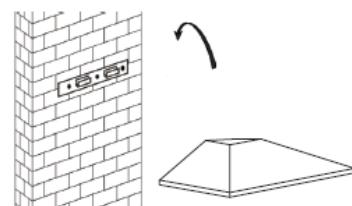

Bild 2
5. Häng upp köksfläkten i väggfästet (se bild 2).